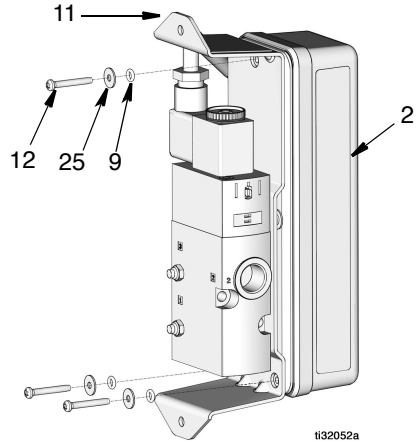

图 26
5. 取下将 PAC 支架 (11) 固定到外壳 (2) 的三个螺丝 (12)、垫圈 (25) 和 O 形圈 (9)（图 26）。